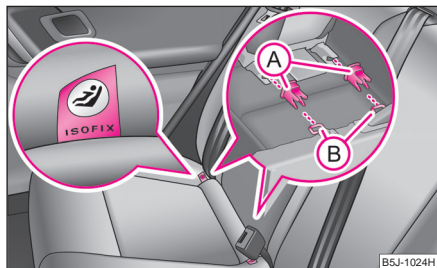

Abb. 154 Halteösen (ISOFIX-System)
- Stecken Sie die Aufnahmetrichter (A) auf die Halteösen (B) zwischen Rückenlehne und Sitzfläche ⇒ Abb. 154.